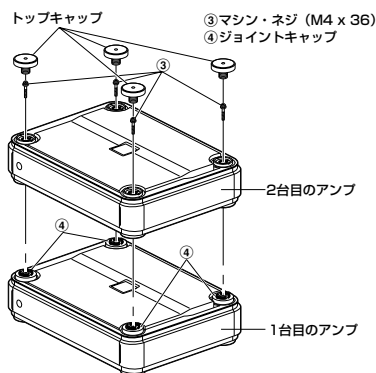

図4
- 5 4本のマシン・ネジ (M4 x 36/ 付属品) を4個のジョイントキャップのセンター穴にネジ込みます。(図4 参照)